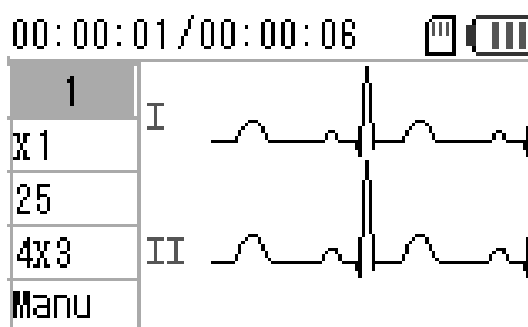

Рисунок 13-8
2. Перегляд: натисніть кнопку "Replay" або **SET** для перегляду збереженого дослідження (Рис. 13-8):